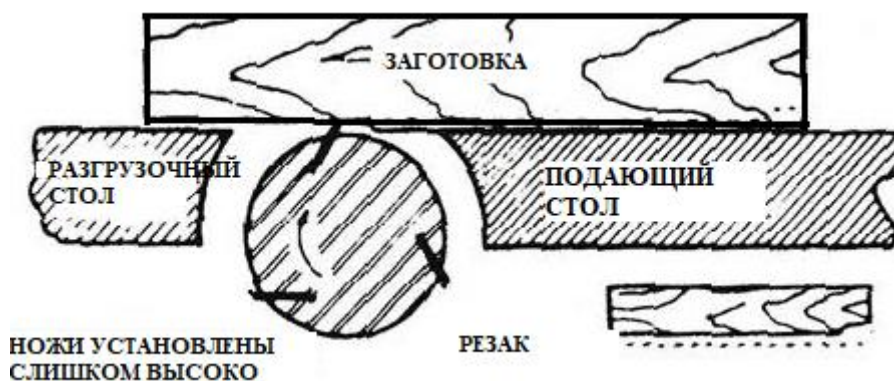

Рис. 32
9. Если ножи установлены слишком высоко, то в конце пропила заготовка будет выдавлена, как показано на Рис. 32.